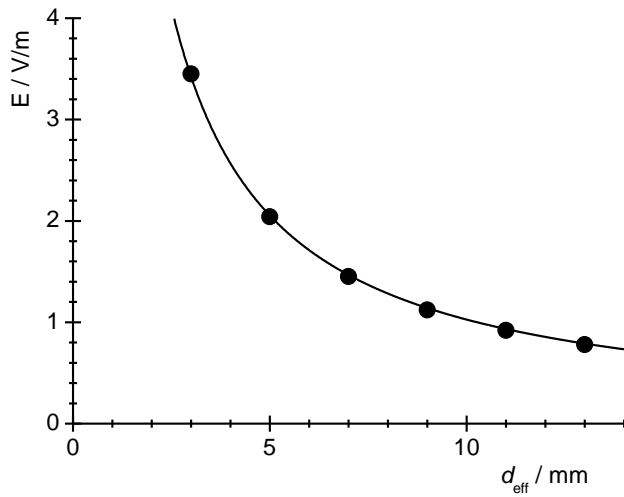
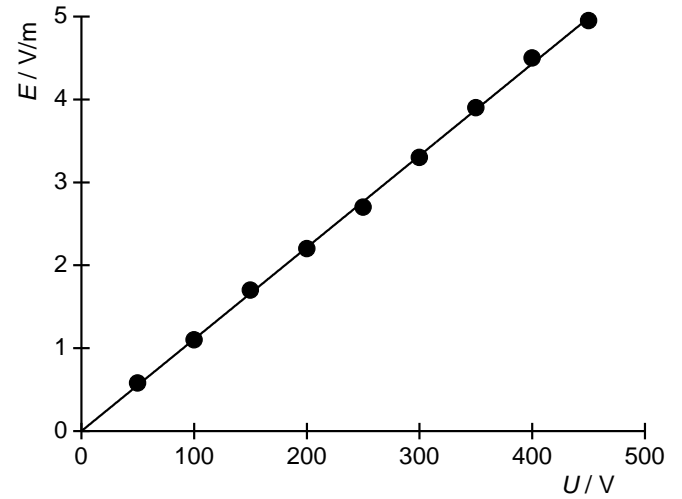

Fig. 3: Campo elétrico no capacitor de placas em dependência da distância efetiva das placas para $U = 100 \text{ V}$.
Fig. 4: Campo elétrico no capacitor de placas em dependência da tensão aplicada U para $d_{\text{eff}} = 10 \text{ mm}$.
- Representar graficamente os campos elétricos medidos E em dependência da distância efetiva das placas d_{eff} (Tab. 2) e da tensão aplicada U (Tab. 3) (Fig. 3, 4).
- A dependência hiperbólica dos campos elétricos da distância efetiva das placas (Fig. 3) e a dependência linear da tensão aplicada (Fig. 4) conforme a equação (2) são confirmadas.